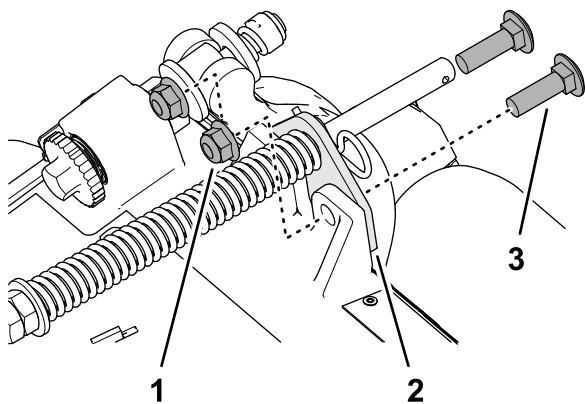

Figura 13
2. Retire las 2 contratuercas con arandela prensada ($\frac{3}{8}$ ") y los 2 pernos de cuello cuadrado ($\frac{3}{8}$ " x $1\frac{1}{4}$ ") que sujetan el soporte del muelle de compensación al bastidor de la unidad de corte (Figura 13).